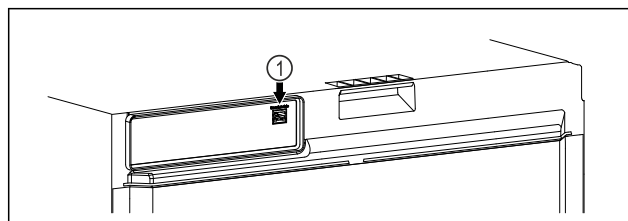

Fig. 100
- ☐ Złożono SmartModule Fig. 100 (1).